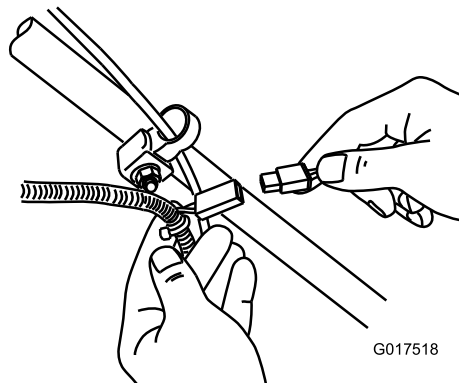

Figura 34
1. Collegate il caricabatterie al cablaggio, situato sotto la chiave di accensione (Figura 34).